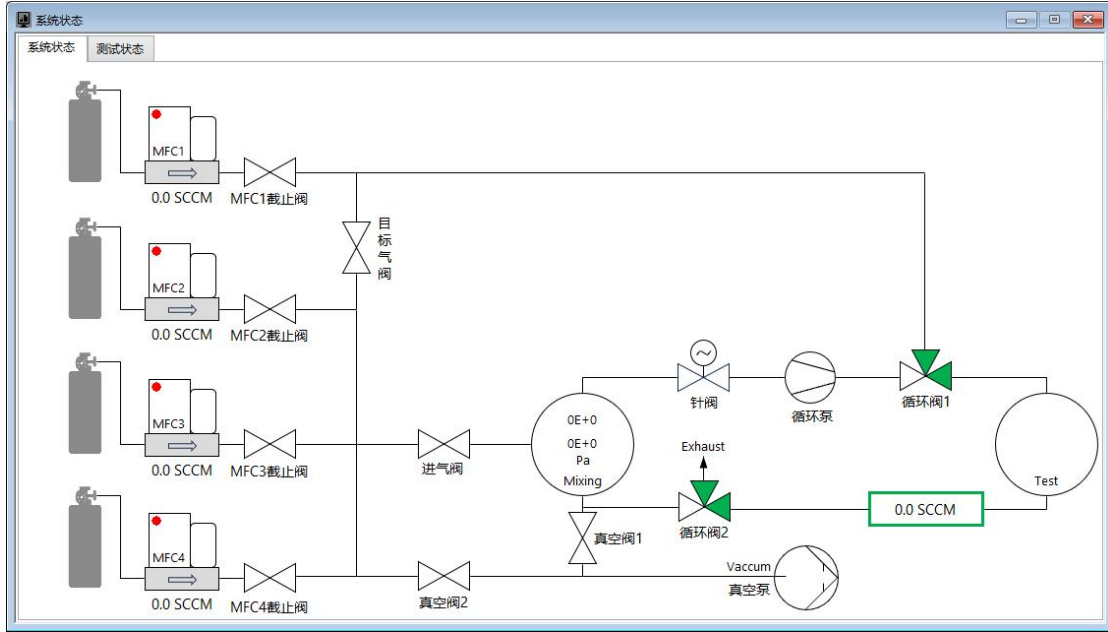

图 18
3.2 开始测试后，软件将跳转到图 18 所示“系统状态”界面。该界面展示了测试过程中的状态信息，若两通阀为绿色表示导通，三通阀（循环阀 1，循环阀 2）则用绿色三角组合表示气体流动方向。